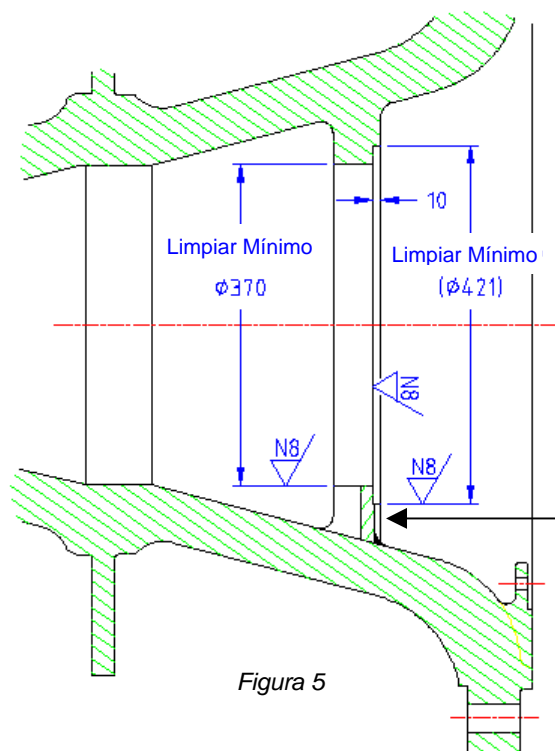

Figura 5
4. Al posesionar la placa sobre la cara torneada del eje, debe quedar levemente levantada.(ver figura 5)
13. Tornee nuevamente el eje a las dimensiones que aparece en la figura 5.